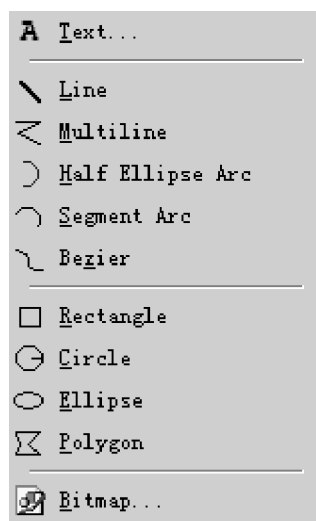

图 2-38 Graphics 命令的下拉菜单
(5) Graphics: 提供绘制各项图形和文字等操作的工具,其下拉菜单如图 2-38 所示。